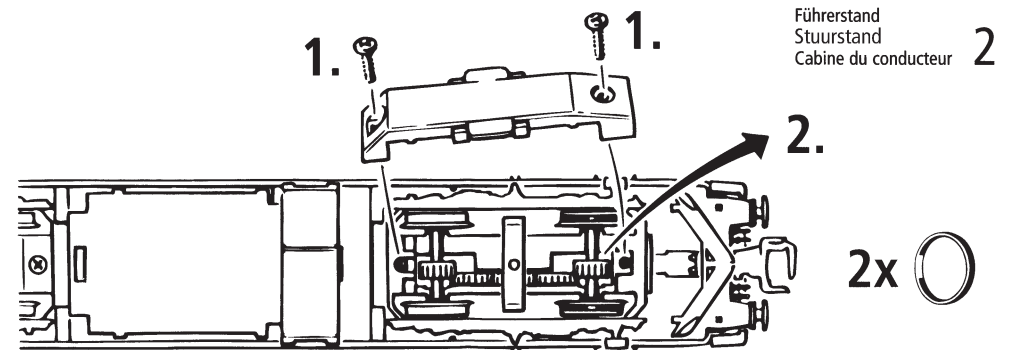

Fig. 5
**1. Reinigung der Radstromkontakte:** Radstromkontakte können auf unsauberen Schienen leicht verschmutzen. Bitte **entfernen Sie vorsichtig** mit einem kleinen Pinsel **den Schmutz** an den in Fig. 5 gekennzeichneten Stellen. Dazu zuerst das Lokgehäuse abnehmen (Fig. 3).
Les lames de contact risquent de s'encrasser rapidement sur des voies poussiéreuses. Veuillez **enlever la poussière** aux endroits marqués à la fig. 5. Veuillez démonter d'abord la caisse de votre locomotive (fig. 3).
Verwijder de lochuis (fig. 3). en verwijder met een penseel het vuil van de in fig. 5 aangegeven plaatsen.